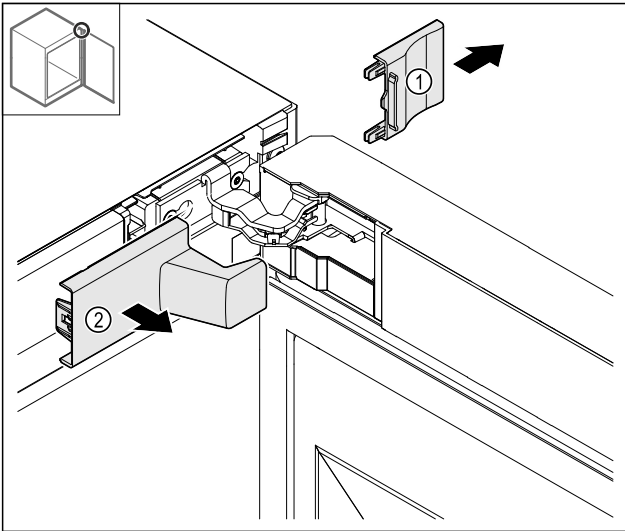

Fig. 14
- ▶ Odstráňte kryt Fig. 14 (1) a potom Fig. 14 (2).